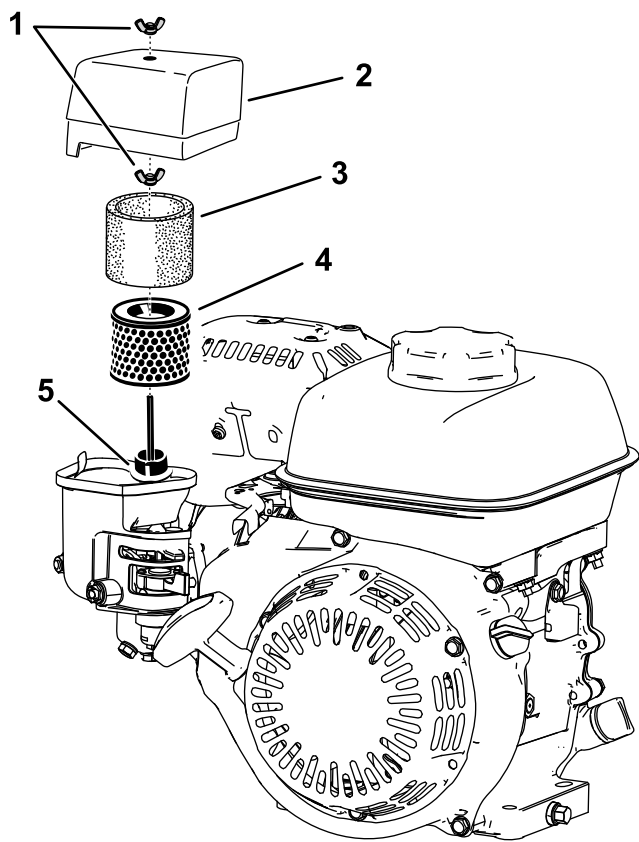

Figure 31
- Retirez l'écrou à oreilles qui fixe le couvercle du filtre à air (Figure 31).